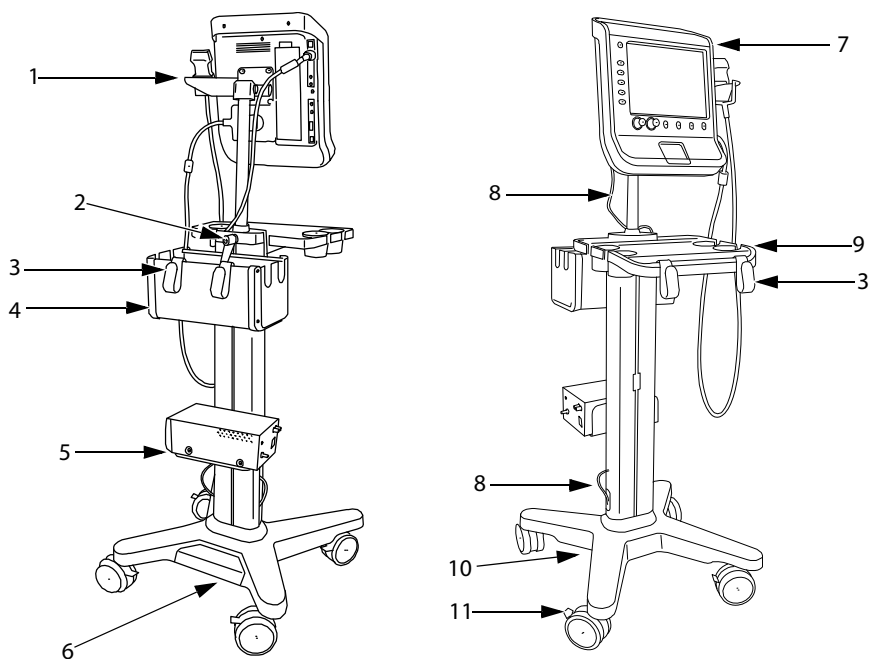

Figure 1 Station S Series : Vues arrière et avant (représentées avec l'imprimante, le panier et le plateau facultatifs)
- ❖ Connecter les cordons suivants. Voir Figure 1, page 3.
- Cordon d'alimentation c.c. (A)
- Cordon d'alimentation secteur de l'échographe (K)